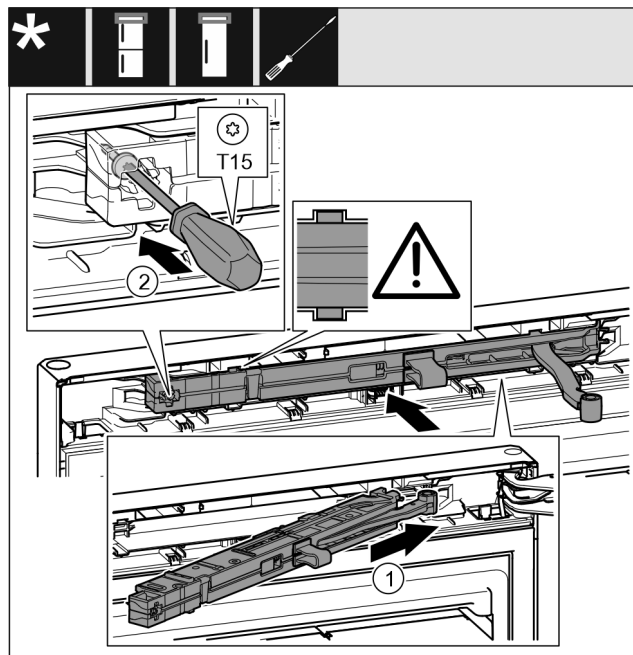

Fig. 25
- ▶ Vinkla in stängningsdämparenheten och skjut in den på lagerbockssidan vinklat i urtaget tills det tar stopp. Fig. 25 (1)
- ▶ Dra åt skruven med skruvmejsel T15. Fig. 25 (2)